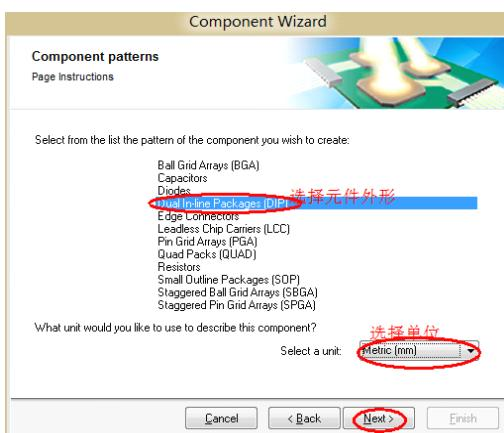

图 6-6.40 选择元器件外形
**Step5：**在 Component Patterns 对话框中选择元件外形为 DIP，单位选择为 mm，如图 6-6.40 所示。完成后单击 Next 进入下一步。